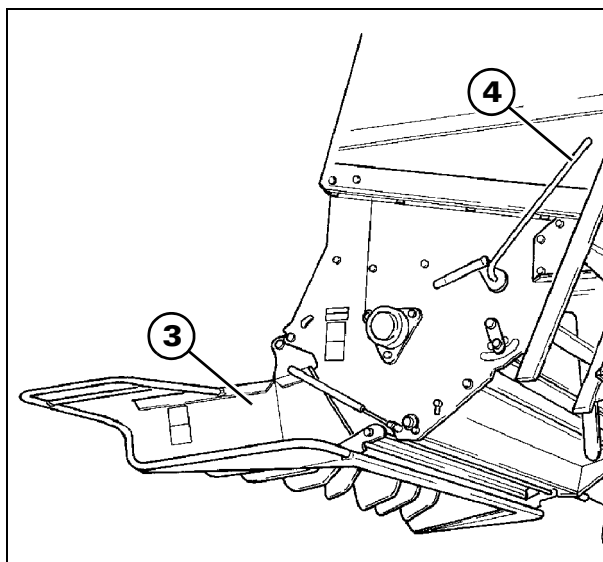
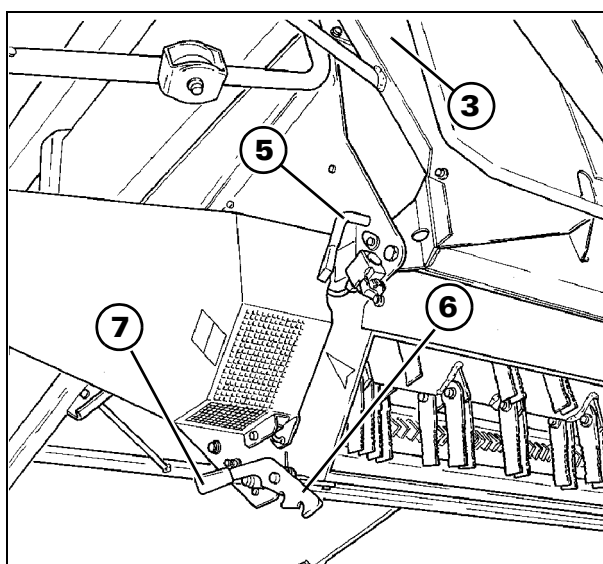
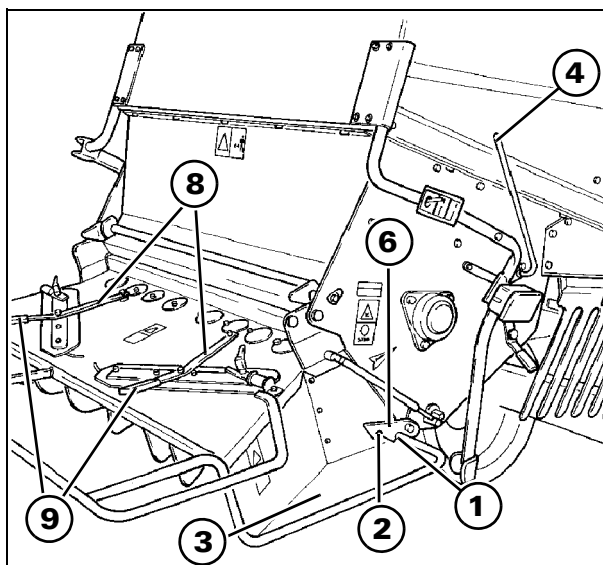

Рис. 22
Рис. 23
Рис. 24
ПОЛОЖЕНИЕ ДЛЯ ТРАНСПОРТИРОВКИ - Рис. 22 – Рис. 23
При движении по дорогам ротор соломорезки должен быть заблокирован, а разбрасыватель (3) должен находиться в рабочем положении, как показано на Рис. 22. При буксировке комбайном прицепа жатки разбрасыватель (3) должен быть направлен вверх, как показано на Рис. 23. Для того чтобы поднять разбрасыватель вверх, отпустите блокировочное устройство (6) при помощи рычага (7), поверните разбрасыватель (3) вверх и закрепите его при помощи блокировочного устройства (5).
РАБОЧЕЕ ПОЛОЖЕНИЕ - Рис. 22 – Рис. 24